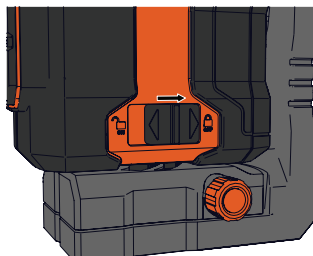

Figura 19
4. Deslice el compensador de bloqueo hacia la derecha a la posición bloqueada (APAGADO)  para apagar la unidad. (Figura 19)